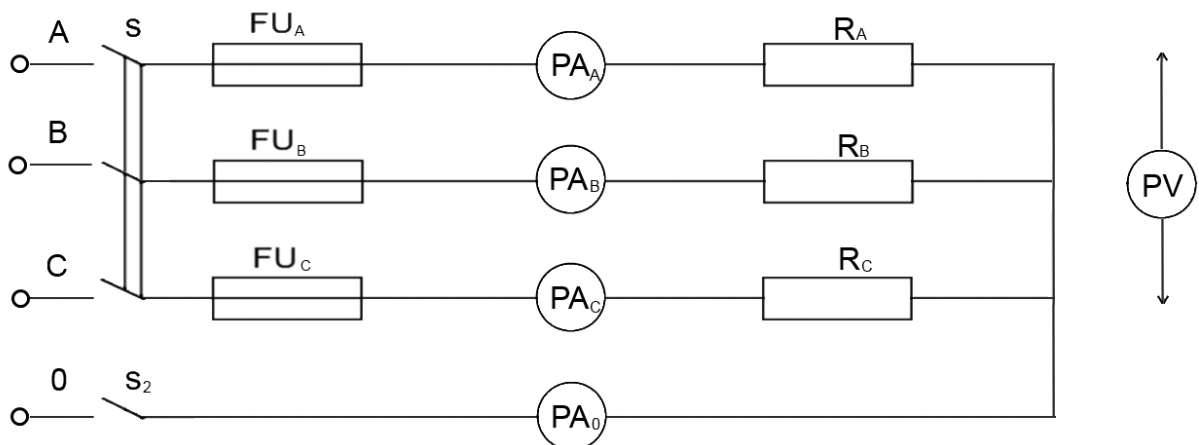

Рис. 11. Схема трехфазной цепи переменного тока
2. Собрать электрическую цепь согласно предложенной схеме (рис.11).